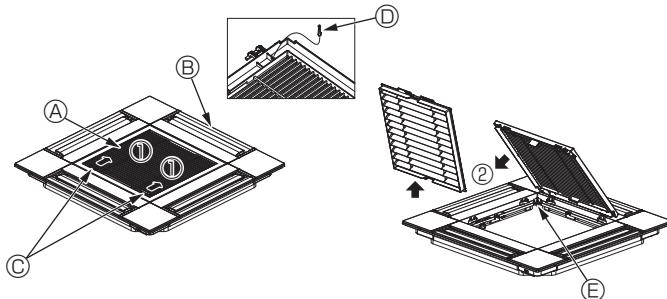

Fig. 10-3
10.2.1. Entfernen des Ansauggitters (Fig. 10-3)
- Zum Öffnen des Ansauggitters die Hebel in die mit dem Pfeil ① gekennzeichnete Richtung schieben.
- Das Scharnier des Ansauggitters bei geöffnetem Ansauggitter (Position "offen") vom Gitter in Pfeilrichtung ② abnehmen.